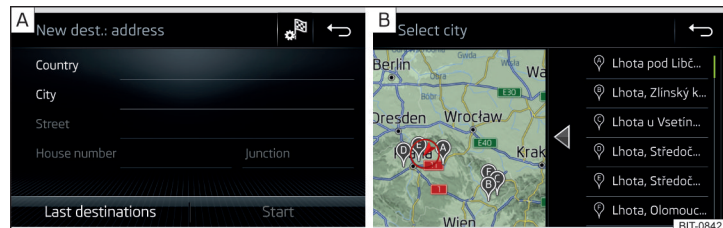

Fig. 224 Introducerea destinației prin intermediul adresei: Meniul principal/lista localităților căutate
- ▶ Introduceți adresa de destinație și apoi confirmați » fig. 224 - **[A]**.
În funcție de numărul de locații căutate, se poate afișa automat o hartă cu o listă a locațiilor căutate » fig. 224 - **[B]**.